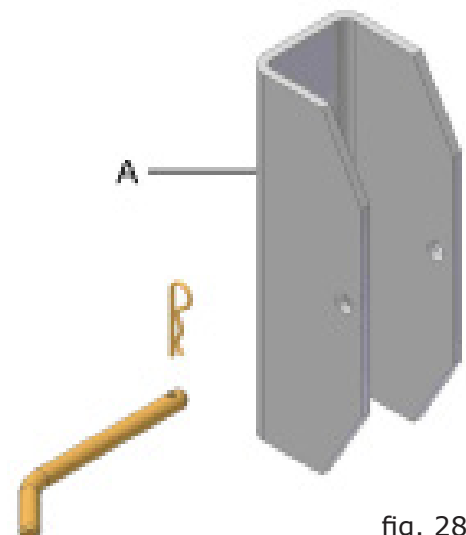

fig. 28
A LA HORA DE TRANSPORTAR LA SEMBRADORA, COLOQUE LOS CALZOS DE PROFUNDIDAD (A) (FIG. 28) PARA EVITAR LA SOBRECARGA EN LOS CILINDROS HIDRÁULICOS.